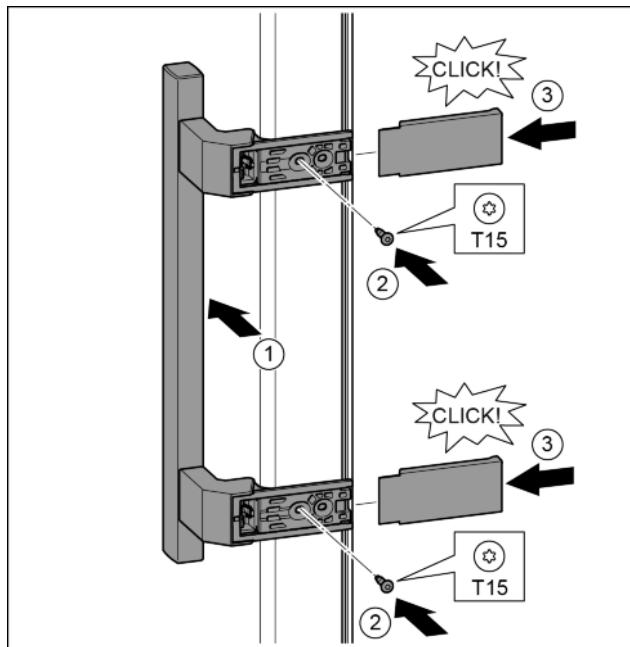

Fig. 20
- Встановіть ручку з протилежного боку. Fig. 20 (1)
- Закрутіть гвинти за допомогою викрутки T15. Fig. 20 (2)
- Встановіть кришки з боків та вставте їх. Fig. 20 (3)